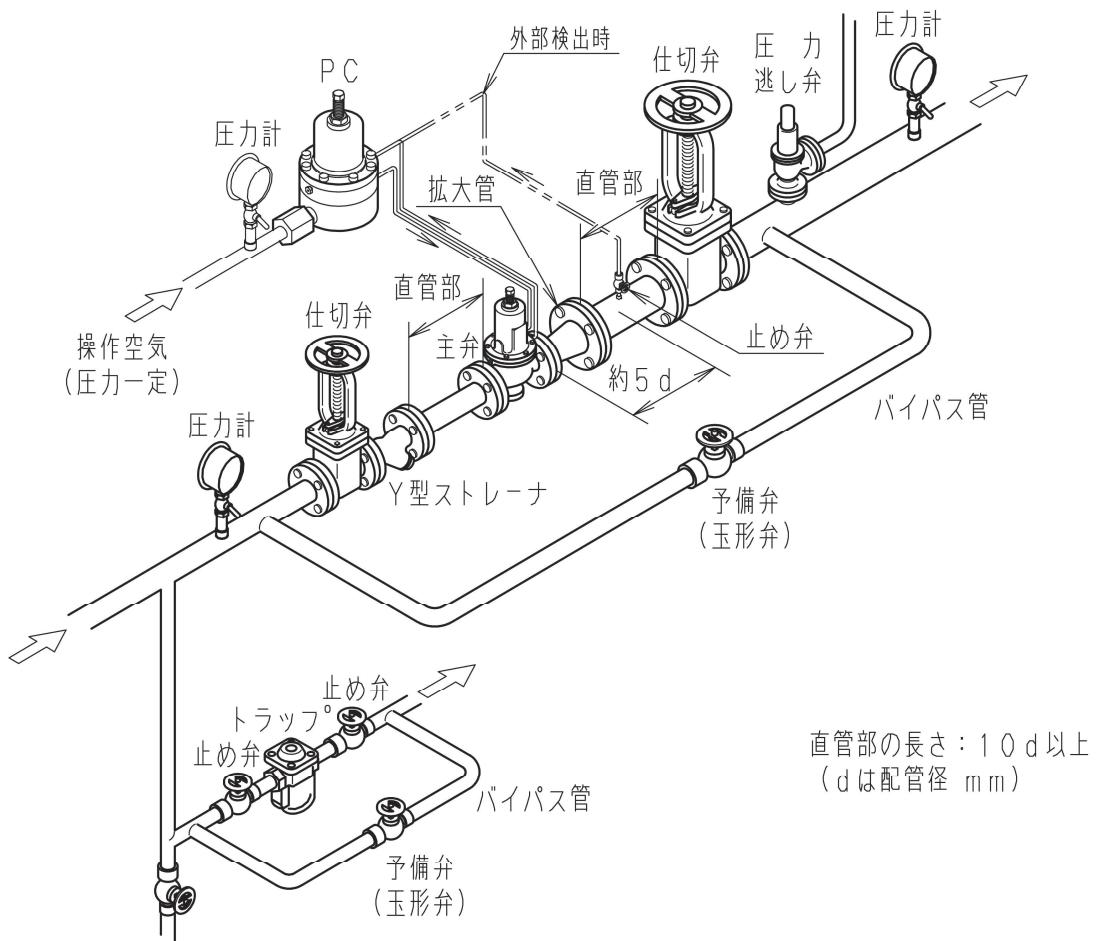
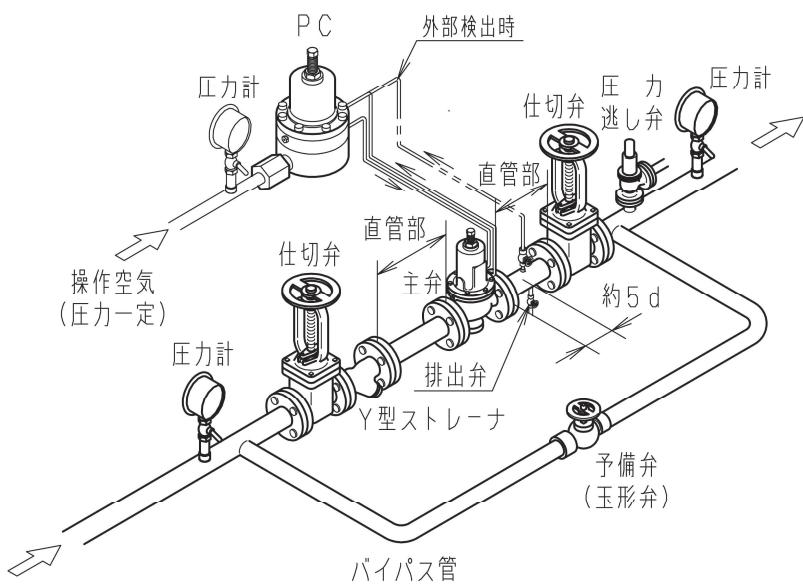

図 6 配管例(気体用)
図 7 配管例(液体用)
- (1) 本弁を取り付ける配管には図 6 及び図 7 に示すように、Y型ストレーナ、圧力逃し弁及び予備弁(玉形弁)、さらには前後弁(仕切弁)及び圧力計を設置してください。